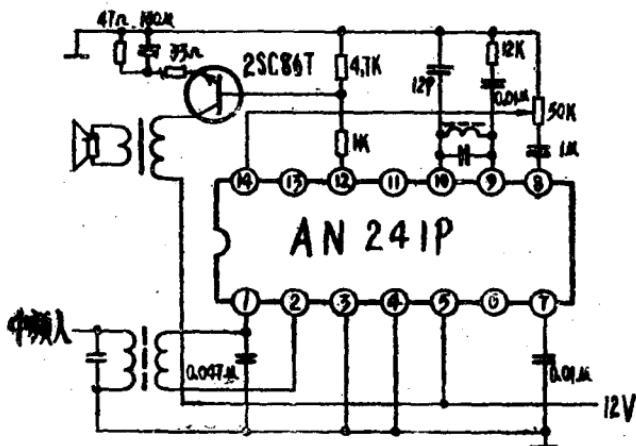

图1 AN241P典型应用电路
2. 特点：检波器为差分峰值检波，外围电路简单，集成块内装齐纳二极管，⑤脚串联适当电阻，则可接任意正电源电压。
4. 典型应用电路：见图1